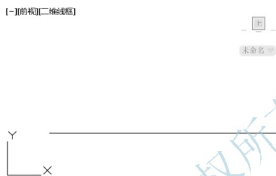

图 2.21 绘制①轴线
这样就画出一条长度为 42600mm 的水平线, 如图 2.21 所示。
- 上面用方向长度的方法绘制出了①轴线, 其中线的绘制方向依靠打开【正交】功能并向右拖动光标来指定; 线的长度依靠键盘输入来指定。这是最常用的一种绘制直线的方法。
从图 2.21 中可以看到, 绘图区只能看到①轴线的左端点而不能看到其右端点。这是因为 AutoCAD 新建图形的视图默认距离用户眼睛较近。